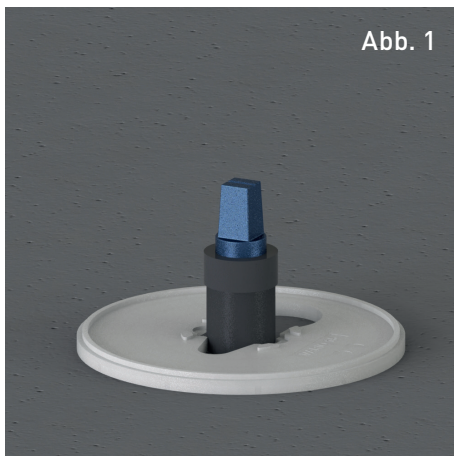

Abb. 1
- 1) Abb. 1 u. 2. Auf einen zuvor verdichteten Untergrund wird die Tragplatte (Vario 15, Hydrant) gesetzt, um die Zentrierung der Einbaugarnitur bzw. des Unterflurhydranten sicherzustellen. Anschließend wird das Unterteil der selbstnivellierenden Straßenkappe auf diese Tragplatte gesetzt. Die Oberkante des Unterteils der selbstnivellierenden Straßenkappe sollte mit der geplanten Unterkante der ersten Asphaltsschicht abschließen.